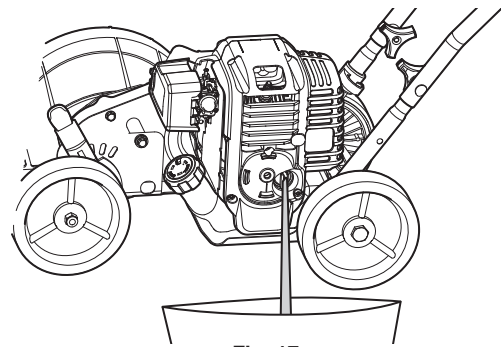

Fig. 17
- Si el nivel de aceite es demasiado alto, incline la unidad y drene el exceso de aceite en un recipiente adecuado (Fig. 17).
3. Incline la unidad verticalmente para verter el aceite fuera del orificio de llenado de aceite y al interior del recipiente (Fig. 17). Deje bastante tiempo para que se drene completamente.